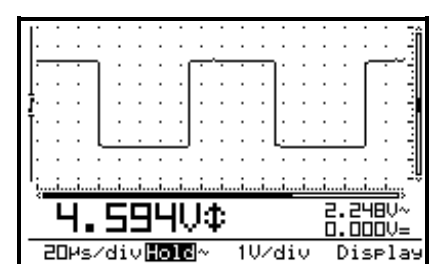

Fig 11
- **Puntraster:** verdeelt het scherm in referentiepunten. (Fig. 11)